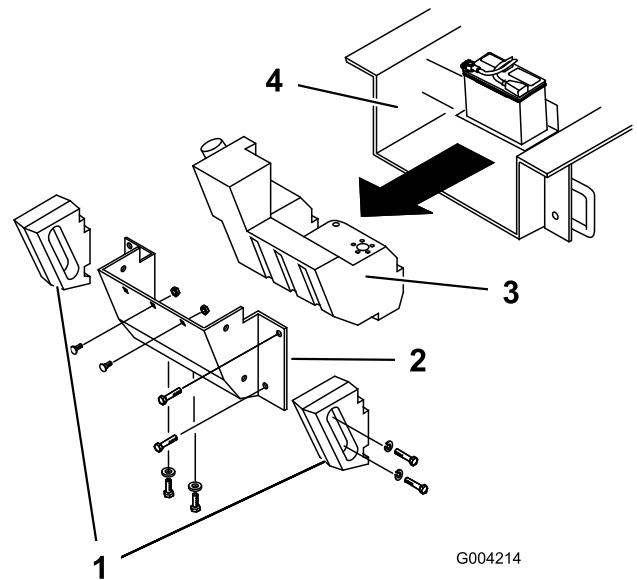

Figure 64
Pour cette raison, ouvrez régulièrement le capot et inspectez la zone au-dessous du moteur à l'aide d'une torche. Si la couche de crasse fait entre 2,5 et 5 cm d'épaisseur, suivez la procédure ci-après (voir la Figure 64 à cet effet) :
5. Enlevez les boulons, les rondelles et les rondelles-freins de fixation des 2 masses latérales, puis déposez les masses (Figure 64).
8. Retirez les 6 écrous et boulons de fixation du panneau arrière et déposez le panneau (Figure 64).
10. Poussez le réservoir de carburant en arrière (Figure 64).
17. Glissez le réservoir partiellement dans le châssis (Figure 64).
23. Reposez le panneau arrière et fixez-le en place à l'aide des 6 boulons et écrous retirés précédemment (Figure 64).
25. Montez les masses latérales à l'aide des boulons, rondelles et rondelles-freins enlevés précédemment (Figure 64).